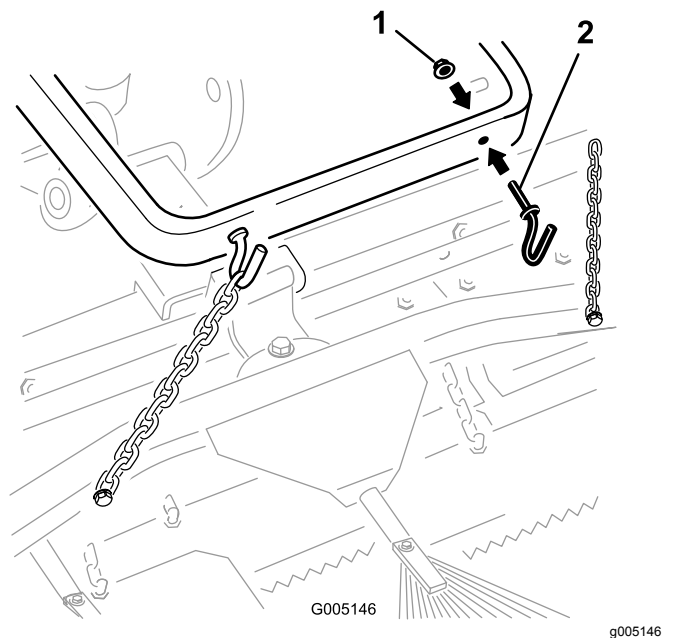

图5
- A. 用2个螺母 $\frac{3}{8}$ 英寸将2个挂钩安装到提升臂的背部**图5**。将链条固定到挂钩上的所需长度处。